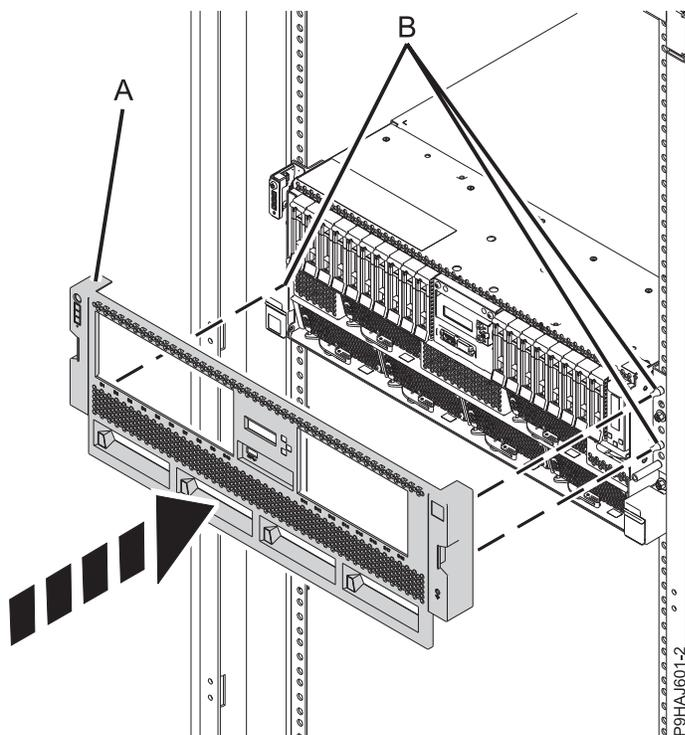

Figura 47. Instalando a Tampa Frontal
2. Para um sistema montado em rack, empurre cuidadosamente a tampa frontal (A) até que a tampa se encaixe no local. A tampa possui indentações pelas quais é possível segurá-la mais facilmente. Use os pinos de alinhamento (B) para prender a tampa no sistema, conforme mostrado em Figura 47 na página 70.